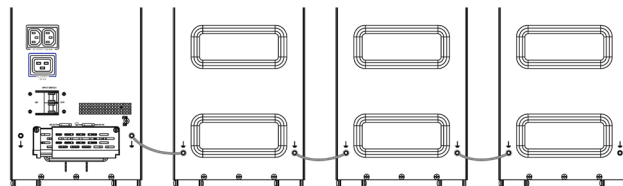

Fig. 42. Raccordement de plusieurs EBM avec liaisons de terre supplémentaires.
- 2.** Des câbles de mise à la terre supplémentaires s'avèrent nécessaires (section de 10 mm²) lorsque plus de 2 EBM doivent être ajoutés (Fig. 42).